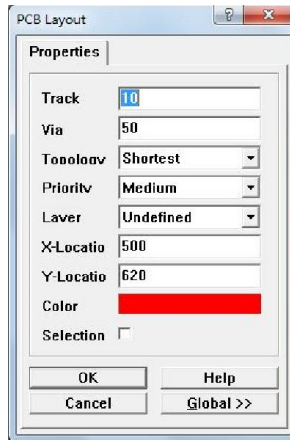

图 4.44 PCB Layout 属性对话框
(1) 启动放置 PCB 布线标记命令，有三种方法：
- ① 执行菜单命令 Place/Directives/PCB Layout。
- ② 依次按下 **P**、**I**、**P** 键。
- ③ 单击连线工具栏里的  图标。
(2) 启动放置 PCB 布线命令后，光标变成“十”字状并黏附一个 PCB 标记。将光标移到需要放置 PCB 布线标记的某网络上，单击鼠标左键即可完成一个 PCB 布线标记的放置。接下来可继续放置 PCB 标记，或单击鼠标右键退出放置 PCB 布线标记状态。
(3) 双击 PCB 布线标记，弹出如图 4.44 的所示的 PCB Layout 属性对话框，用于设置 PCB 布线标记属性。